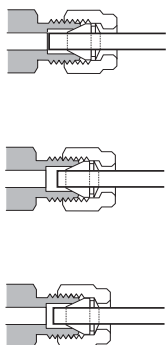

Figura 28. Conexão concluída
- 10 As conexões acopladas de forma correta e incorreta são mostradas na **Figura 28**. Observe que a extremidade da tubulação em uma conexão corretamente acoplada não é esmagada e não interfere com a ação das anilhas.